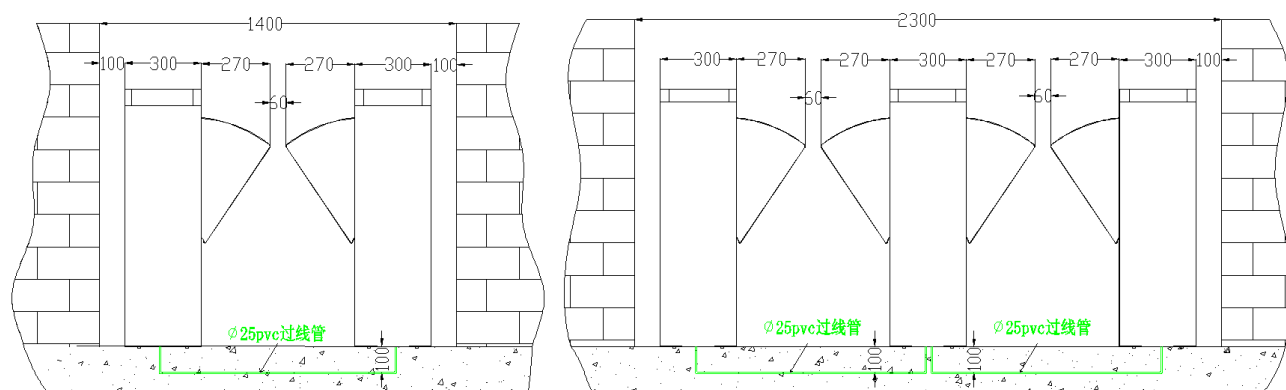
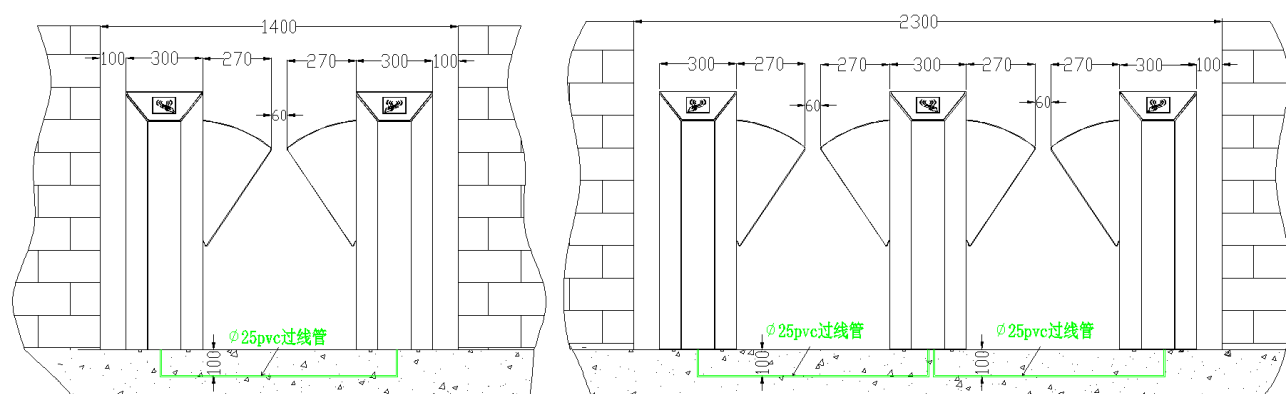
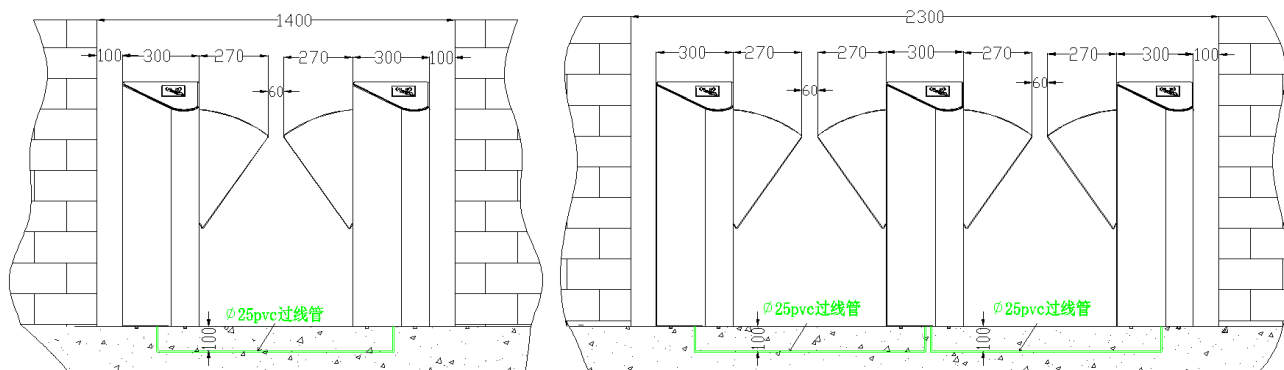
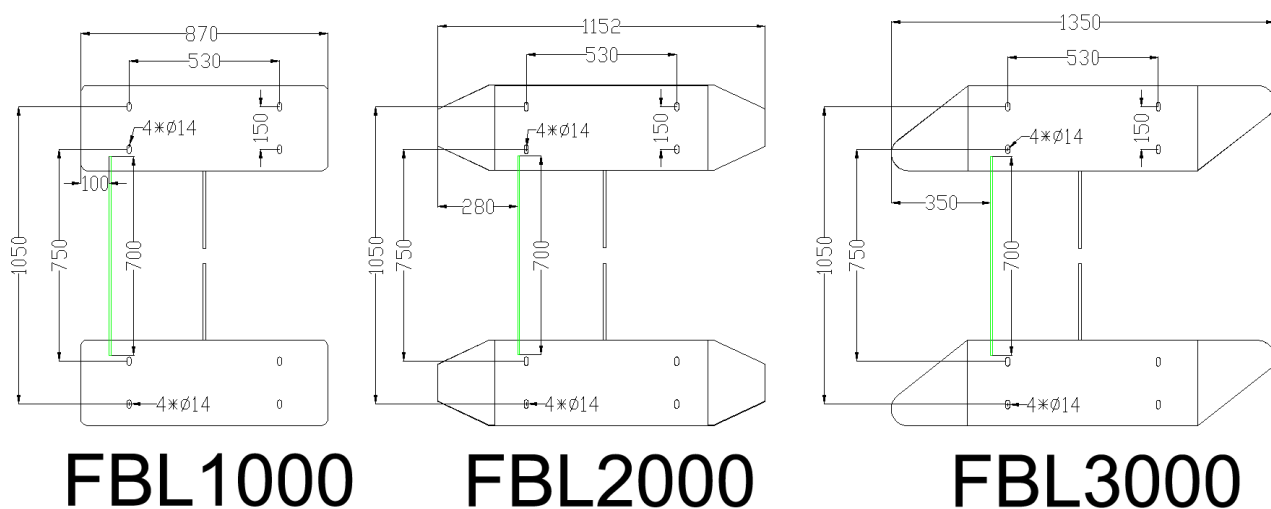

图 3-1A FBL1000 单通道和双通道
图 3-1B FBL2000 单通道和双通道
图 3-1C FBL3000 单通道和双通道
图 3-2
请参照图 3-1A、图 3-1B、图 3-1C 和图 3-2 所示，根据闸机空间占比，确定安装位置。
闸机靠墙安装时，需预留 100mm 距离，以便打开闸机的上盖进行维修和调试。FBL1000 型号的主机和从机可组成一个通道，也可以和 FBL1200 闸机组成双通道，如图 3-1A 所示；FBL2000 型号的主机和从机可组成一个通道，也可以和 FBL2200 闸机组成双通道，如图 3-1B 所示；FBL3000 型号的主机和从机可组成一个通道，也可以和 FBL3200 闸机组成双通道，如图 3-1C 所示。
关于暗埋线缆出口，请参阅图 3-2 安装孔位示意图；
- ① 对主机和从机上电，调整翼臂，使翼臂在同一直线上，翼与翼之间的距离是 60mm，使翼运行至关闭状态。
- ② 测试红外是否对准。
- ③ 做记号。在地面上做好基座的螺丝孔中心和机箱底座边缘的记号。
- ④ 打孔。移开机箱，准备冲击钻和 14mm 的冲击钻钻头，根据螺丝孔中心记号垂直钻孔 80mm 深，FBL 系列闸机安装孔位如图 3-2 所示，单位为 mm。